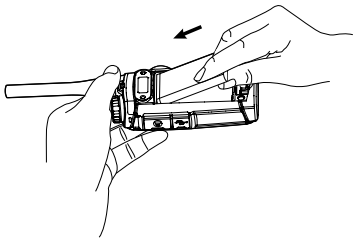

图2
- ② 将电池前端定位柱插入主机底壳的电池定位凹槽内（注意：电池放电端子须与主机极片对齐），轻压电池底部，使电池卡入电池仓，并确保电池与电池仓贴紧。注意：如果电池未扣紧或仍有松动，请卸下电池并重新安装。如图 2 所示。